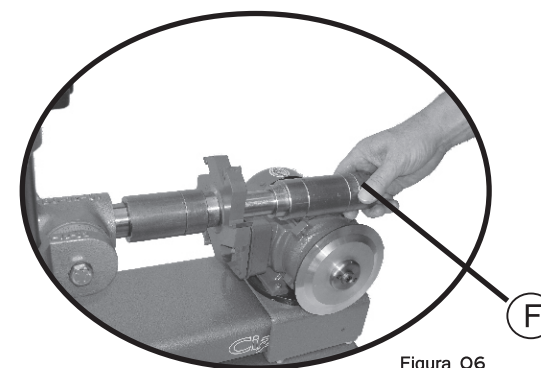

Figura 06
Retire a porca de aperto da fresa (F) e algumas buchas conforme o tamanho da fresa, coloque a fresa. Após recolocar as buchas que couberem e a porca sem apertá-la (figura 06).